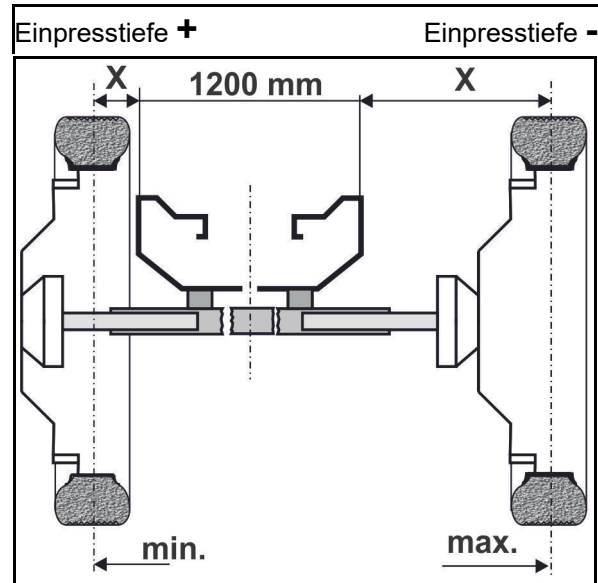

Fig. 105
5. Achshälfte in die gewünschte Position schieben bzw. ausziehen. Hierzu Maß x von Außenkante Grundrahmen (Fig. 105/1) bis Mitte Spritzenrad ermitteln und Achshälfte entsprechend einschieben bzw. ausziehen.